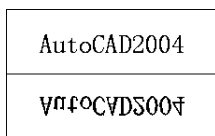

图 6-9 文字镜像 (mirrtext = 1)
(3) 要控制文字对象的镜像方向可以使用变量 mirrtext。mirrtext 为 0，则文字对象不镜像，mirrtext 默认值为 1，文字对象完全镜像，如图 6-9 所示。